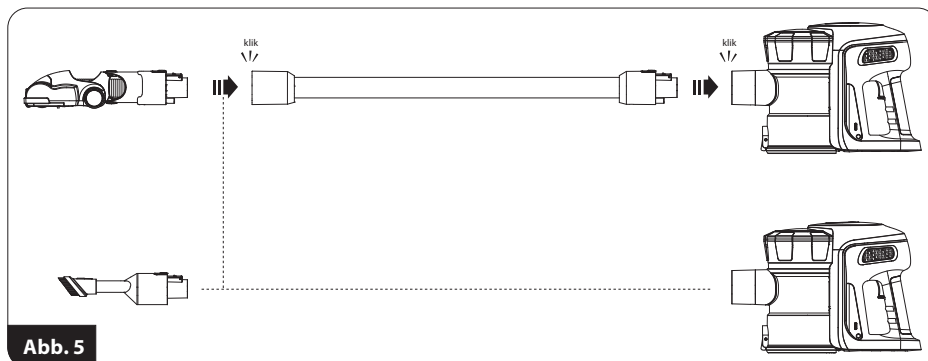

Abb. 5
5. Das Saugrohr (17) oder das gewünschte Zubehör direkt an die Buchse für das Saugrohr (16) anschließen (Abb. 5). Das Entfernen des Rohrs oder Zubehörs ist erst möglich, nachdem der Freigabeknopf (18), (20) oder (23) betätigt wurde.